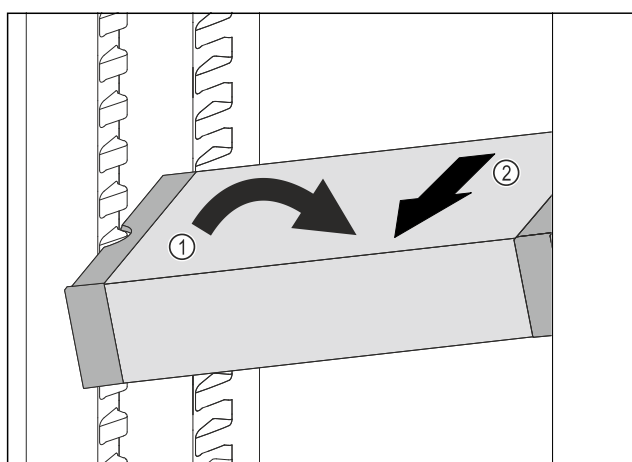

Fig. 73
- ▶ Plasser VarioSafe skrått i kjøleskapet. Fig. 73 (1)
- ▶ Ta ut VarioSafe ved å trekke den forover. Fig. 73 (2)